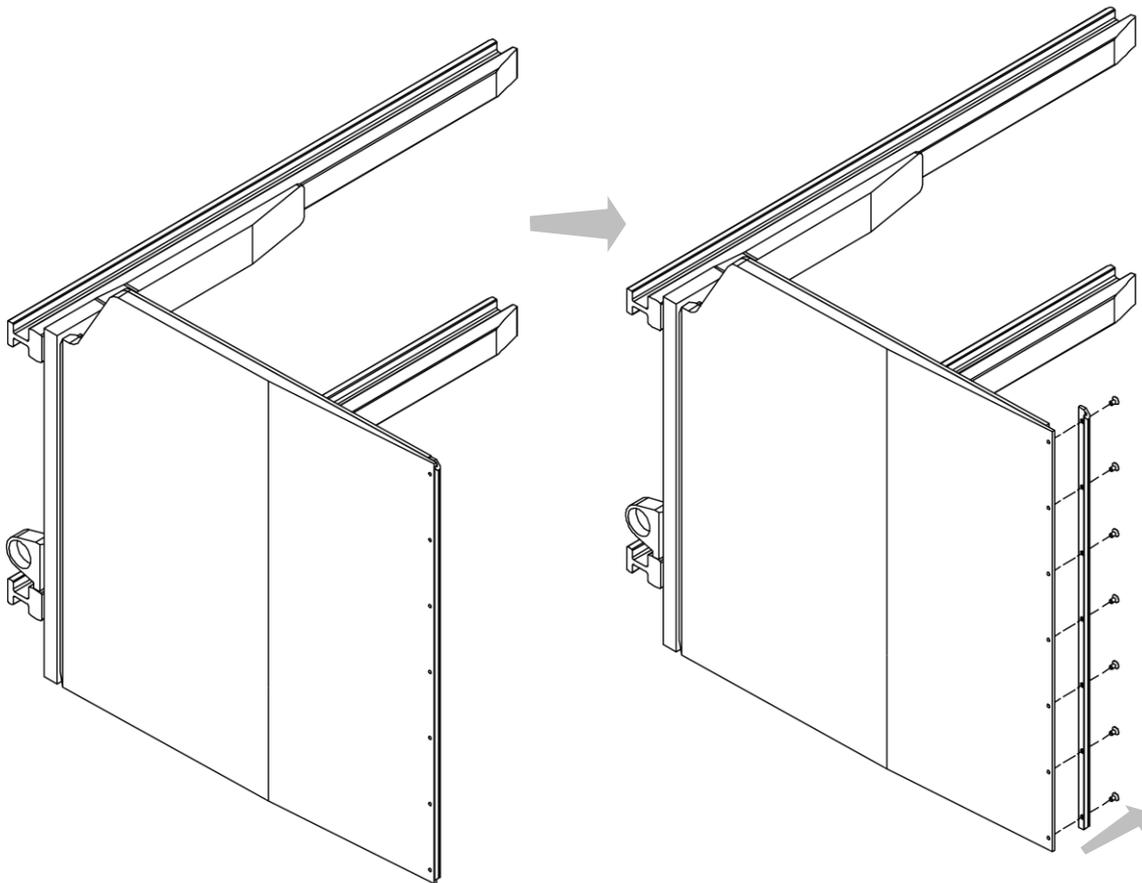

Abbildung 90
2. Schrauben Sie die Schutzspitzen von den Backen Ab (siehe *Abbildung 90*).